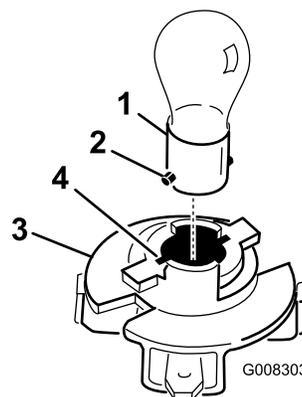

Figure 31
8. Poussez sur l'ampoule et tournez-la à fond dans le sens antihoraire (env. 1/4 tour) et retirez-la de l'embase (Figure 31).
1. Alignez les deux ergots en métal de la base de l'ampoule sur les fentes de l'embase, et insérez la base dans l'embase (Figure 31).
3. Alignez les languettes de l'embase (Figure 31) et les fentes du réflecteur.